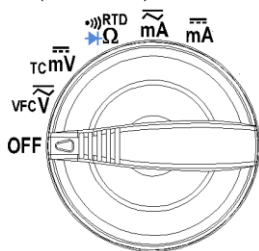

Рис. 2. Положения функционального переключателя в режиме «Измерение» (5 позиций). Данные функции имеют маркировку белым и синим цветом на панели.
- Рис. 2 и Таблица 2 - функции воспроизведения 4-х положений переключателя (в конце шкалы).